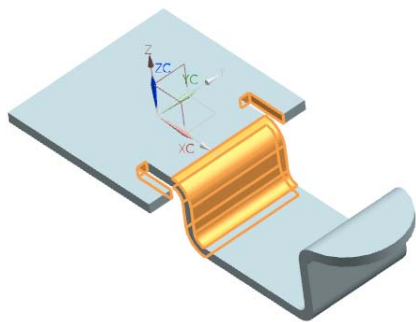

图 3-57 选择二次折弯进行编辑
(1) 在视图区中选中如图 3-57 所示的二次折弯，双击鼠标左键，打开“二次折弯”对话框。